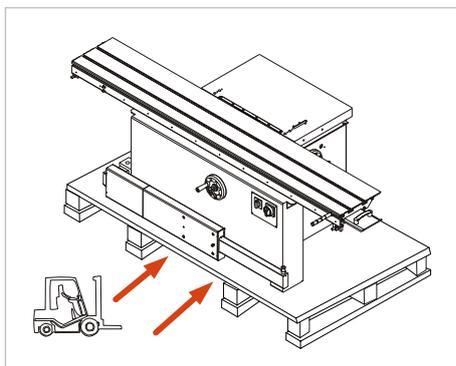

Abbildung 9: Abladen mit Gabelstapler
- Mit den Gabeln des Gabelstaplers mittig zwischen die Palettenhölzer fahren und die Gabel des Staplers dabei so zuführen, wie es in ⇒ Abbildung 9 veranschaulicht ist.